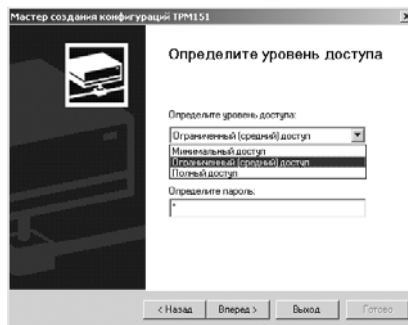

Рис. 27
**Если модификация успешно считана,** на экране сразу появится окно с приглашением выбрать уровень доступа (см. рис. 27).
Нажмите клавишу [Вперед] – откроется окно с приглашением выбрать уровень доступа (рис. 27). Переходите к п. 4.